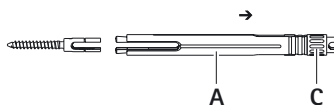

Fig. 7
- Retirar el manguito de apriete 2 completamente, ver Fig. 7.